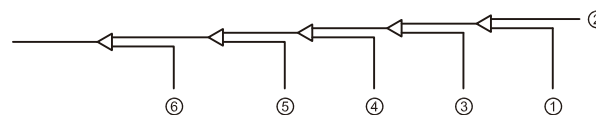

Figura 47
8. Lave as outras aberturas da mesma forma, trabalhando em sequência, desde a unidade interna A em direção às unidades externas. Consulte a Figura 47.